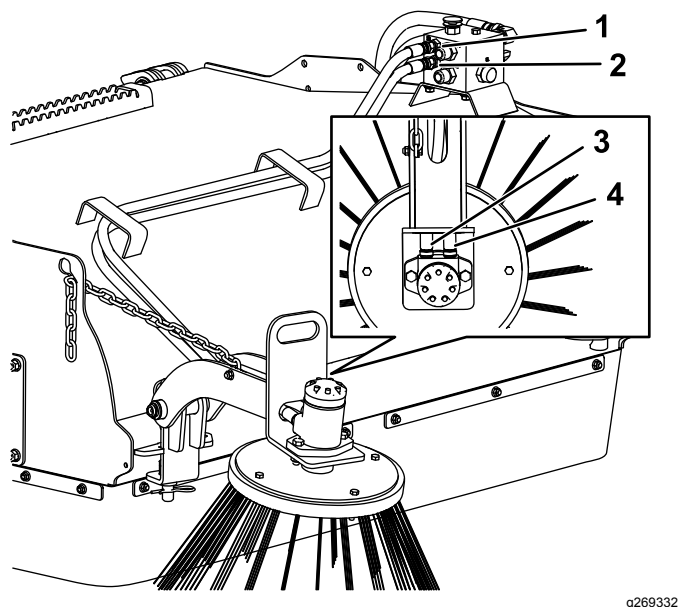

Figure 5
- Si la brosse de voirie est montée sur le côté droit de la balayeuse, faites passer les flexibles dans les deux guides-flexibles, branchez le flexible du raccord « A » sur le moteur de la brosse de voirie au raccord « M3 » sur le collecteur de la brosse de voirie, et branchez le flexible du raccord « B » au raccord « M4 » (Figure 5).